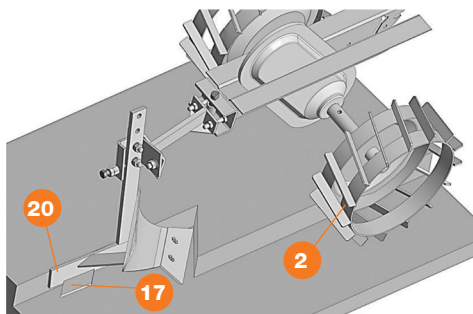

Рис. 6
Установить мотокультиватор правым колесом **2** в борозду, полученную при первом проходе – см. Рис. 6.
**В борозде пятка **17** должна опираться на дно борозды, а полевая доска **20** – упираться в стенку борозды – см. Рис. 6.**